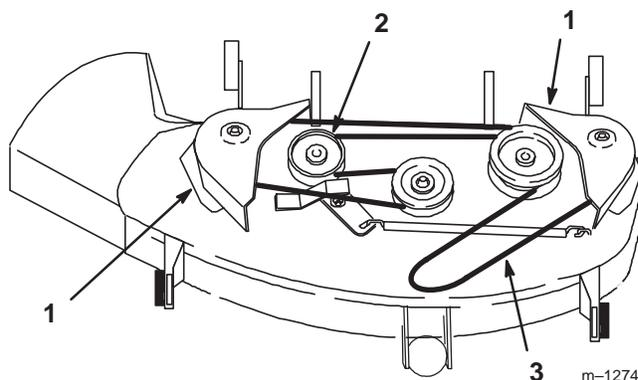

Figure 26
2. Enlevez les vis de fixation des cache-poulie et déposez ces derniers des poulies des deux lames (Fig. 26).
3. Retirez la courroie des poulies (Fig. 26).
2. Posez les cache-poulie gauche et droit à l'aide de leurs vis de fixation (Fig. 26).